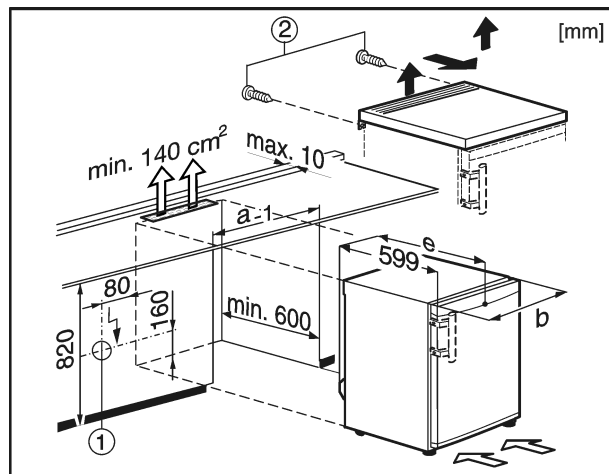

Fig. 8
Zásuvka Fig. 8 (1) musí být na dostupném místě mimo oblast zadní stěny přístroje.
- Vyšroubujte šrouby Fig. 8 (2) na zadní straně.